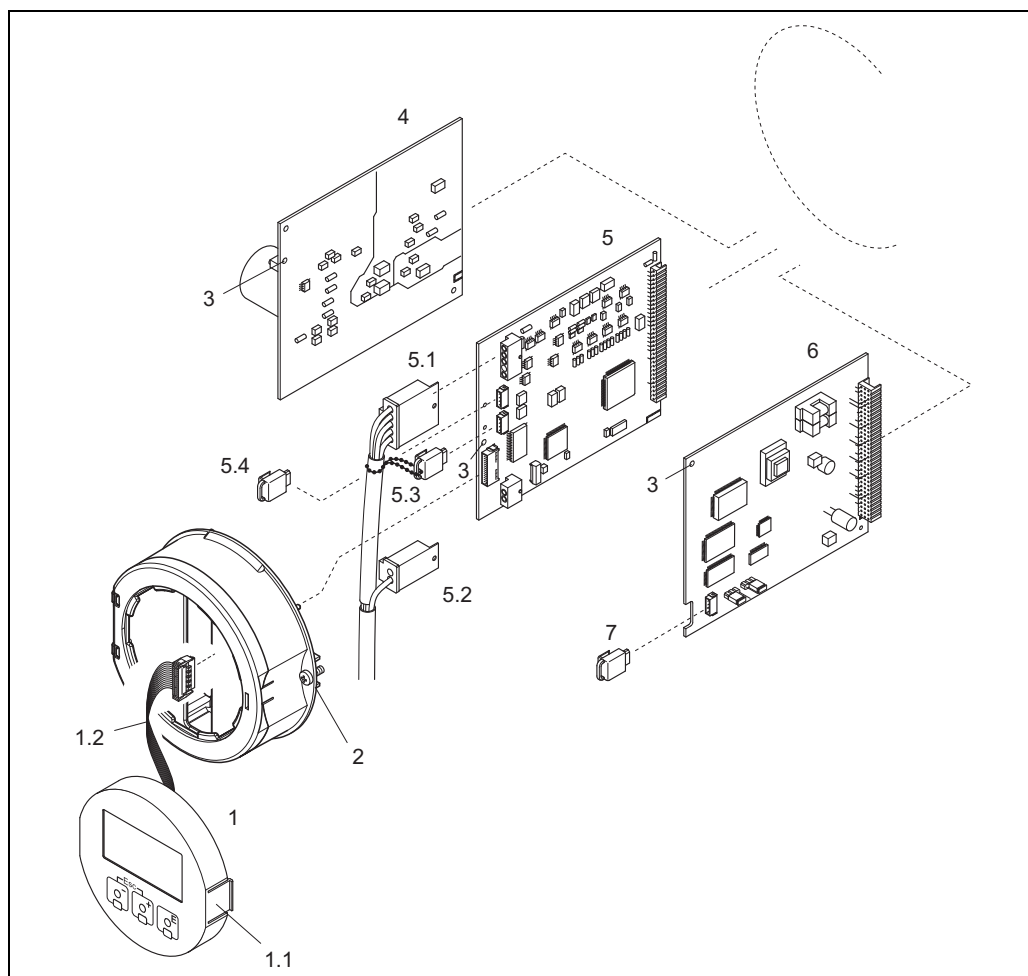

図 37 : フィールドハウジング : 電子基板の取外しと取付け
9.5.1 フィールドハウジング：電子基板の取り外し / 取り付け（→図 37）